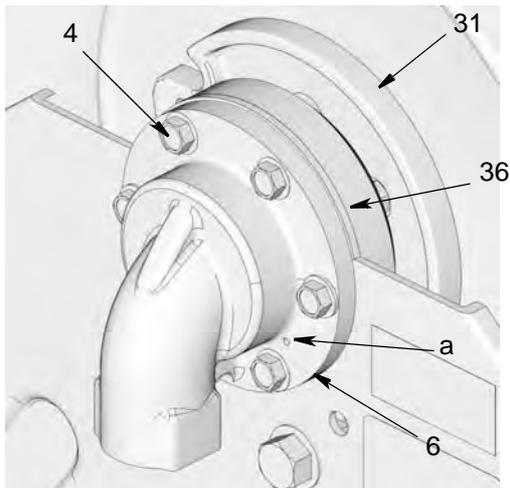

FIG. 20
- La entrada (6) está diseñada con un agujero de drenaje (a) (FIG. 20) para indicar una junta con fallo.
2. Retire seis pernos (4) (FIG. 20).